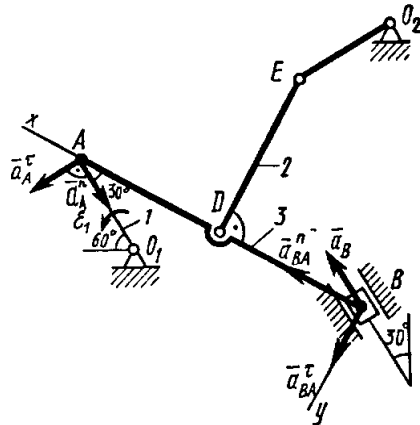

Рис. 3
5. Определяем  $\bar{a}_B$  (рис. 3, на котором будем изображать все найденные векторы ускорений). Точка  $B$  принадлежит стержню  $AB$ .